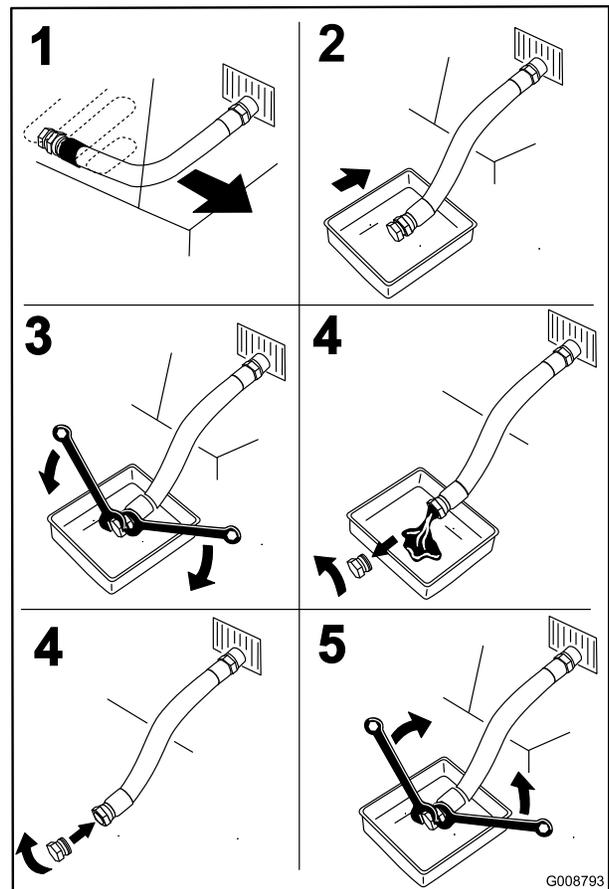

Figure 46
4. Avant de quitter la position de conduite, coupez le moteur, enlevez la clé de contact et attendez l'arrêt complet de toutes les pièces mobiles (Figure 46).